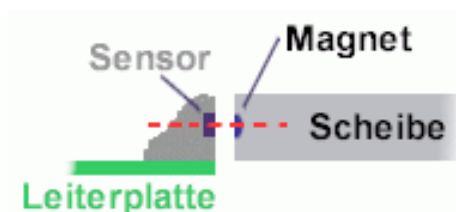

Abbildung 10 Korrekte Ausrichtung von Magnetring und Sensor.
- Dabei darauf achten, dass sich die Magnete in dem Magnetring auf Höhe des Sensors befindet, siehe Abbildung 10.